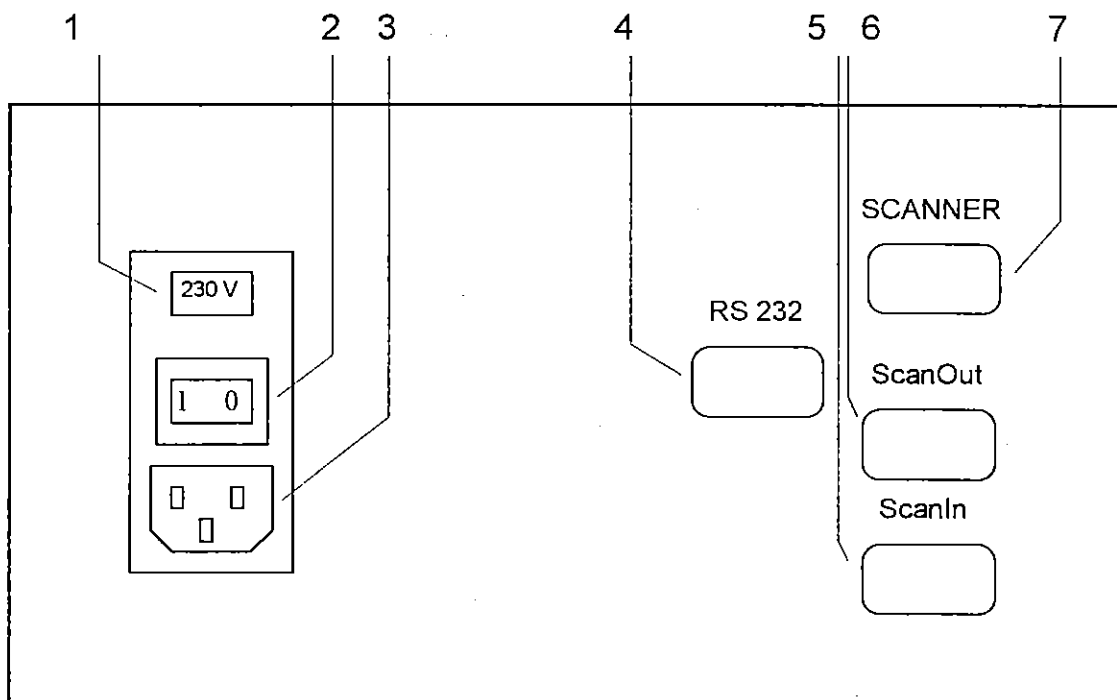

Bild 5.2: Rückwand des Meßgerätes
2. Abdeckung oberhalb des Netzsteckers mit kleinem Schlitzschraubendreher ohne Gewaltanwendung öffnen. Hierzu den Schraubendreher von oben in die Aussparung über der Spannungsanzeige einführen und dann leicht drehen. (siehe Bild 5.2)
5. Sicherungshalter so einschieben, daß die gewünschte Netzspannung lesbar ist (siehe Bild 5.2).
In Bild 5.2 erkennt man die im folgenden erläuterten Elemente.
Der Stecker für die serielle Schnittstelle (Nummer 4 in Bild 5.2) hat die folgende Belegung.